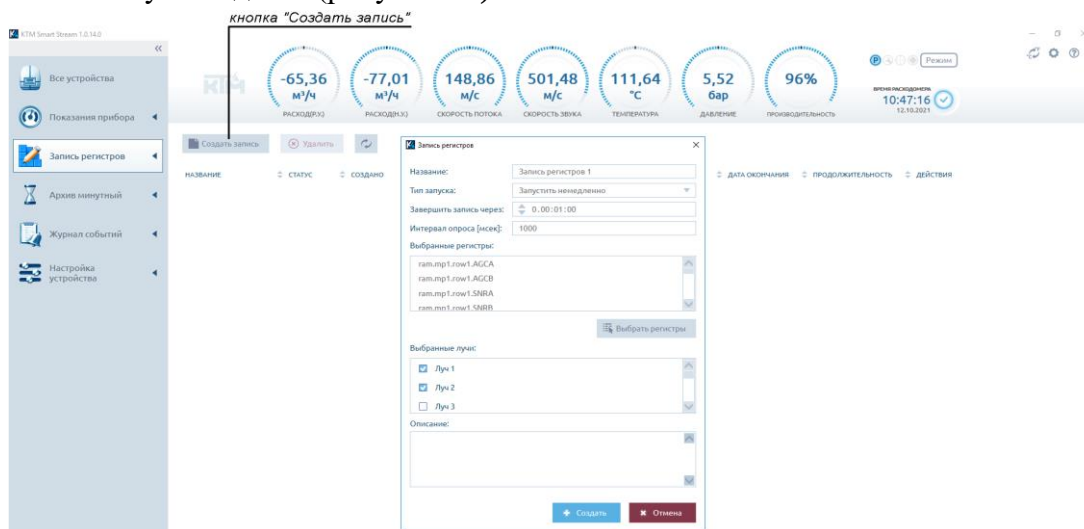

Рисунок 66 – запись регистров.
4.2.3.6 Для записи регистра нужно нажать кнопку «Создать запись» во вкладке «Запись регистров». В открывшемся окне заполнить необходимые графы и выбрать нужный регистр для записи. Нажать кнопку «Создать» (рисунок 66).